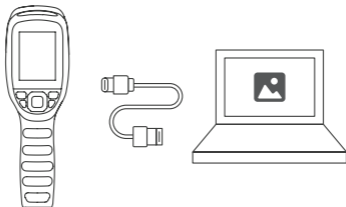

Рисунок 4.1.1
2. Подключите TC005 к компьютеру с помощью прилагаемого USB-кабеля (см. рис. 4.1.1).